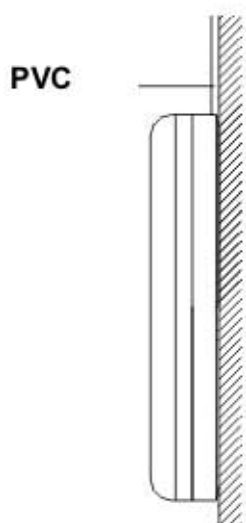

Fig. 38 Instalación vista
2. El cable de conexión entre el control de pared (Dimensiones: 120x120x16) y la unidad interior, puede esconderse bajo una canaleta de PVC. (Fig. 38); or puede ser ocultado como muestra la (Fig. 39). Conecte el cable al control de pared (Fig.40) y fije el control de pared.